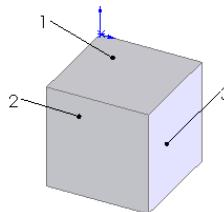

图 3-126 拉伸的图形
03 拉伸实体。在菜单栏中选择“插入”→“凸台/基体”→“拉伸”命令，或者单击“特征”工具栏中的“拉伸凸台/基体”图标按钮 ，将上一步绘制的草图拉伸为“深度”为 60 的实体。结果如图 3-126 所示。
**05** 设置属性管理器。在“厚度”一栏中输入 10mm；在“移除的面”一栏中，选择图 3-126 中的面 1。
**01** 重复去除模型面抽壳的步骤，绘制如图 3-126 所示的图形。
**01** 重复去除模型面抽壳的步骤(1)~(3)，绘制如图 3-126 所示的图形。
**03** 设置属性管理器。在“参数”复选框的“厚度”一栏中输入 10mm；在“移除的面”一栏中，选择图 3-126 中的面 1。在“多厚度设定”复选框的“多厚度面”一栏中，选择图 3-126 中的面，然后在“多厚度”一栏中输入 20mm；重复多厚度设定，将图 3-126 中的面 3 设定“多厚度”一栏中输入 30mm。